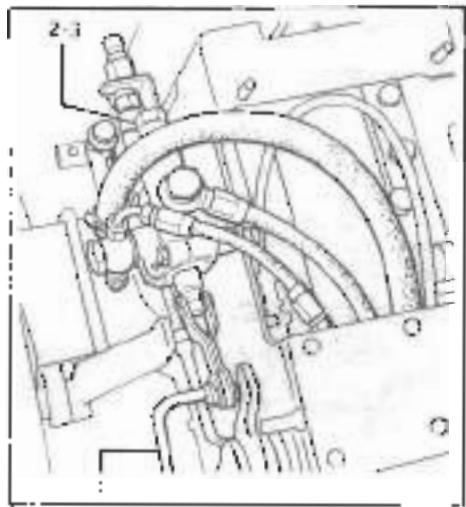

Fig. 24 - Bild 24
- a. Agire sulla leva del distributore rd. 42/200 (fig. 24, particolare 1) e tenendola sollevata accertarsi che il manometro indichi una pressione di 90 - 100 Atm.
- a. Act on the hydraulic control valve lever (fig. 24, detail 1). **Hold valve lever up** and make sure the pressure gauge reading is 90 to 100 kg/sq.cm.
- b. If reading is different, action is needed on the relief valve: remove the screw cap (3) and screw out or down the set screw of relief valve (2).
- a. Manoeuvrer le levier du distributeur hydraulique (fig. 24, détail 1) **et tout en le tenant soutenu**, s'assurer que le manomètre indique une pression de 90 à 100 Atm.
- b. Dans le cas contraire, agir sur le clapet de surpression (2) en serrant ou en desserrant la vis de réglage après avoir enlevé le chapeau de protection à vis.
- a. Den Steuerhebel des hydraulischen Verteilers (Bild 24, Detail 1) **betätigen und sich bei hochgehaltenem Hebel vergewissern**, dass das Manometer einen Druck von 90 - 100 kg/cm² anzeigt.
- b. Sollte der Druck nicht stimmen, die Schutzkappe (3) entfernen und auf das Überdruckventil (2) wirken, wobei die Einstellschraube an-oder abgeschraubt wird.
L'attrezzo non si solleva o si solleva a fatica.	<ul style="list-style-type: none"> ✓ Insufficiente quantità di olio idraulico nella scatola cambio (che funge da serbatoio per l'impianto idraulico). Ripristinare il livello dell'olio. ✓ Insufficiente pressione. Agire sulla valvola di sovrappressione posta sul distributore aumentando la tassatura strappando lo vite posta all'interno del corpo portamolla dopo avere rimosso il cappellotto di protezione (fig. 24). ✓ Perdite di olio nel distributore. Sostituire il distributore. ✓ Perdite di olio nel martinetto. Revisionare il martinetto o eventualmente sostituirlo. ✓ Pompa idraulica danneggiata. Sostituirla.